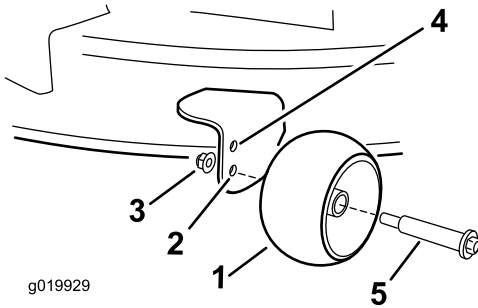

Figura 18
posición de altura de corte de 63 mm (2-1/2 pulgadas) o menos (**Figura 18**).
- Taladro inferior—utilice esta posición cuando la carcasa de corte está en la posición de altura de corte de 76 mm (3 pulgadas) o más (**Figura 18**).